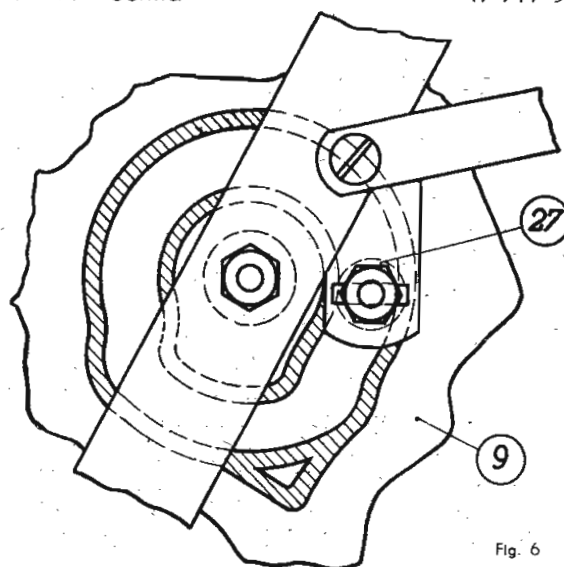

Fig. 6
De toleranties van de excentrische groef op de commandoschijf (pos. 9 in fig. 6) en van de rol (pos. 27 in fig. 6) zijn in de loop der productie enigszins gewijzigd.